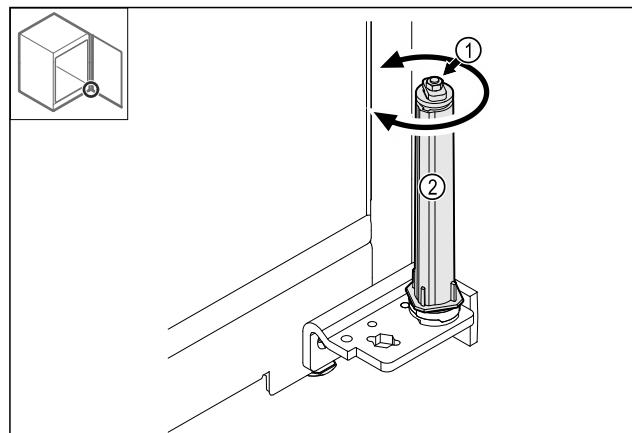

Fig. 37
► Girar el sistema de cierre Fig. 37 (2) hasta que haga clic.
► No desmontar la unión atornillada Fig. 37 (1) del sistema de cierre.